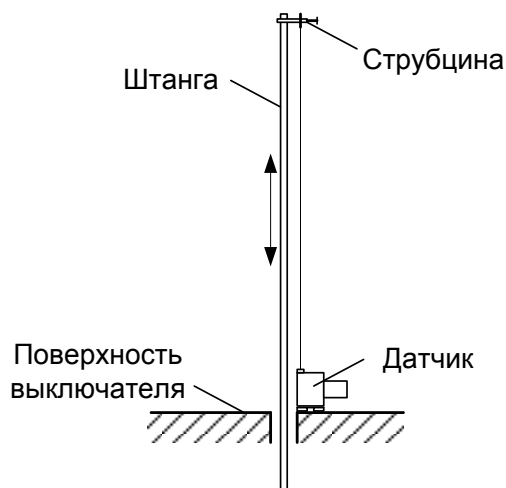

Рис. 5. Установка датчика на выключатель типа МКП
3. Установить датчик на площадку для установки вибрографа или на поверхность выключателя (рис.5). Магнитные «присоски» б должны обеспечить надежное закрепление датчика на площадке. Если это не получается, закрепить датчик струбиной.